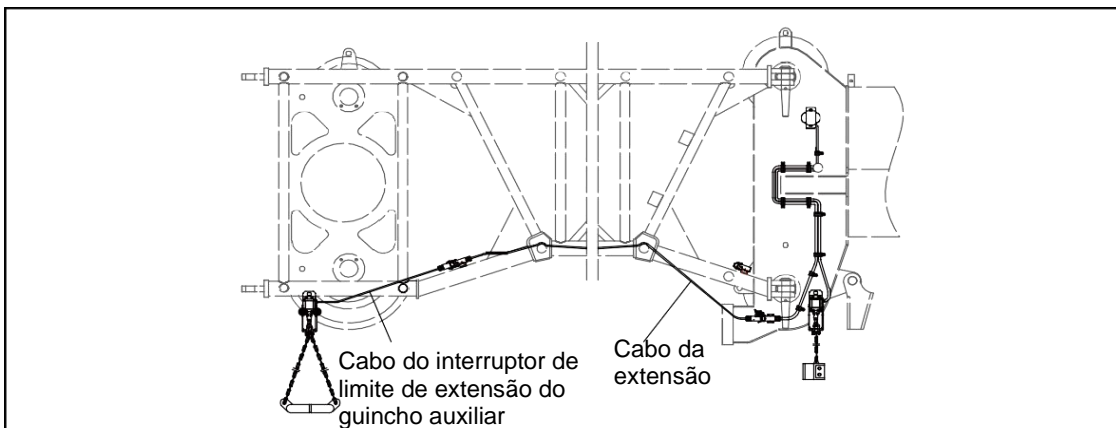

Figura 5-31 Conexão de cabo na extensão
- Remova o interruptor de fim de curso de elevação instalado no braço e instale na posição, como mostrado na figura 5-31;